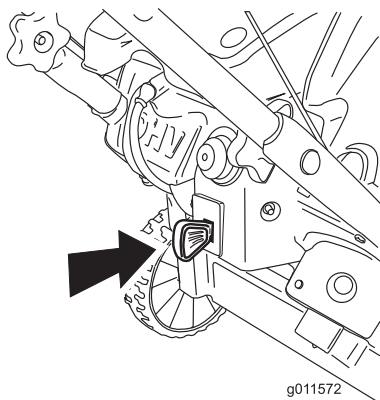

Figura 16
1. Premete la chiave di accensione fino a fine corsa, portandola in posizione On (Figura 16).